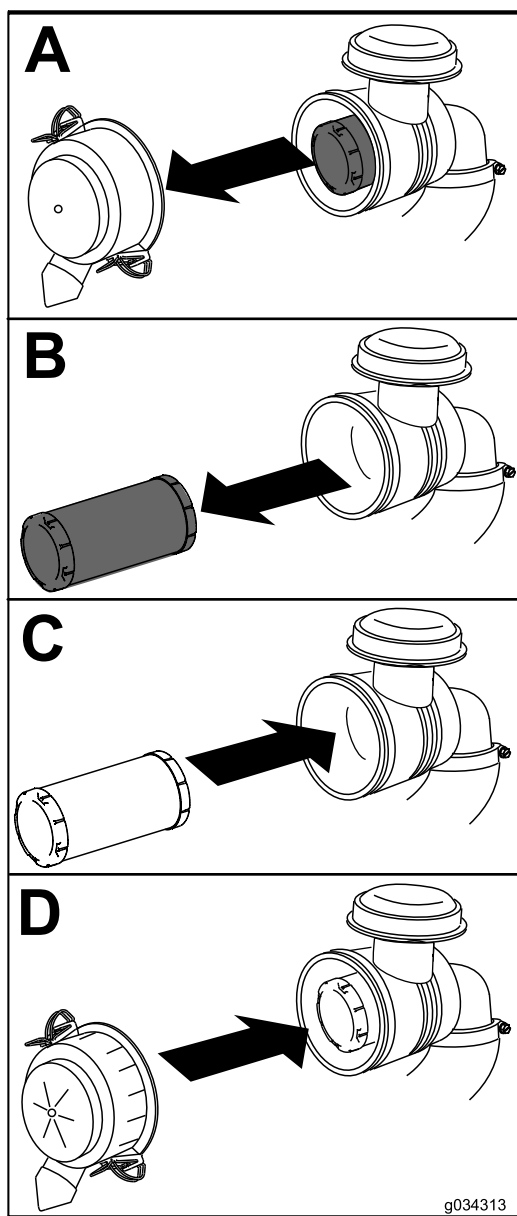

Figura 39
4. Instale la tapa del limpiador de aire con el lado marcado UP hacia arriba, y cierre los enganches (Figura 39).
1. Extraiga con cuidado el elemento del limpiador de aire de la carcasa del limpiador de aire (Figura 39).